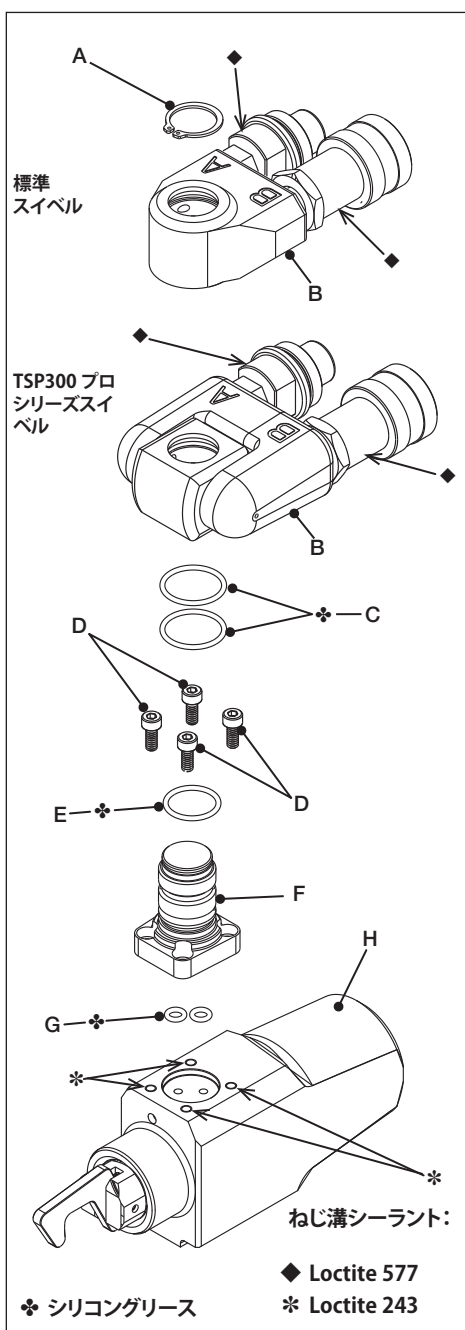

図16
5.3 完全整備 - 油圧スイベルとドライブユニット (図16, 17, 19)
- 少量のLoctite 243ねじ溝シーラントをドライブユニットのねじ穴に塗布します。位置については図16の(*)を参照してください。
- Oリング (G) 2枚をスイベルポスト (F) のベース部分のポートに取り付けます。
- 油圧ポートの位置が合うように注意しながら、スイベルポスト (F) をドライブユニット (H) に置きます。Oリング (G) が落下したり、挟まったり、切断されたりしないように注意してください。
- ソケットヘッドキャップねじ (D) を取り付け、以下のようにして締め付けてください。